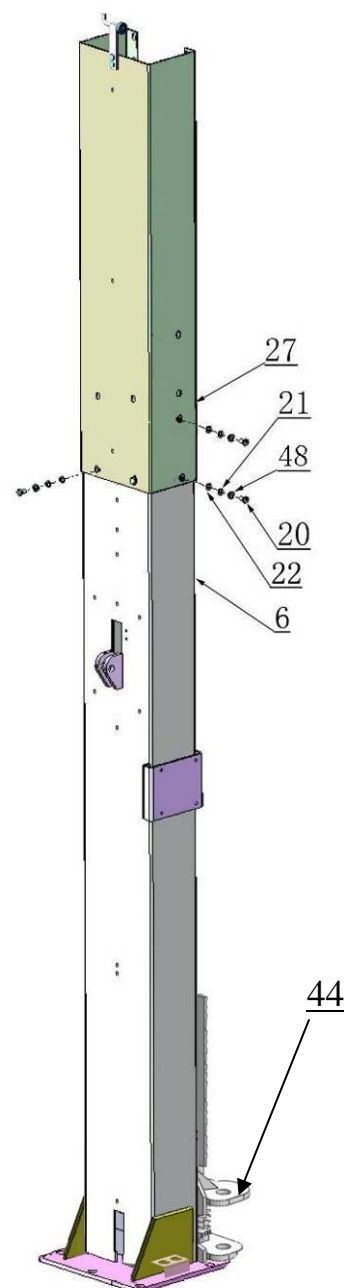

Рис. 14 Для высоких потолков
2. Для помещений, которые выше 3850mm (151 1/2") для 240СМ и 4460mm (175 5/8") для 240СНМ, установите удлинитель на нижние отверстия (**См. рис.14**).